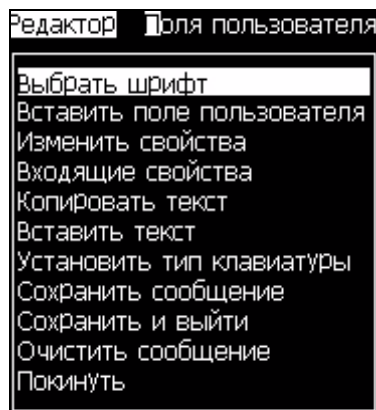

Рисунок 5-9: Меню “Editor” (редактор)
- 1 Нажмите кнопку “Alt”+E, или нажмите кнопку “F1”. Появится меню “Editor” (редактор) (смотрите Рисунок 5-9).